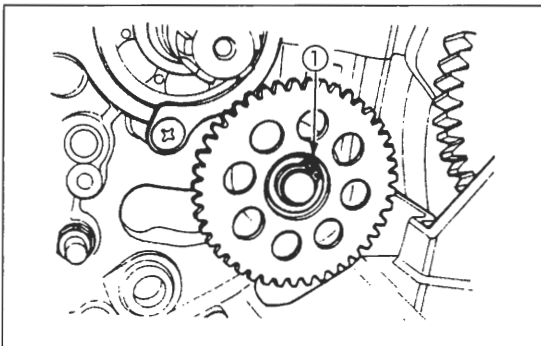
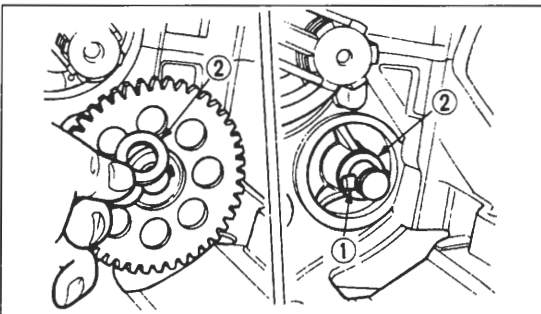

Bild 223
Bild 224
● In Kupplungsgehäuse Seegerring ① Bild 223 ausfedern und Ölpumpenabtriebsrad von Welle abnehmen. Auf Verbleib des Splints ① Bild 224 und der Beilagscheiben ② achten.